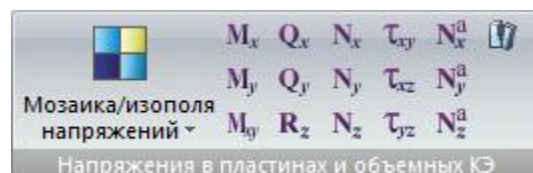

Рис.61. Панель Напряжения в пластинах и объемных КЭ
- **Напряжения в пластинах и объемных КЭ** (рис.61) – раскраска пластин и поверхностей объемных элементов в соответствии со значениями напряжений в них.
Панель **Напряжения в пластинах и объемных КЭ** (рис.61) содержит следующие команды: